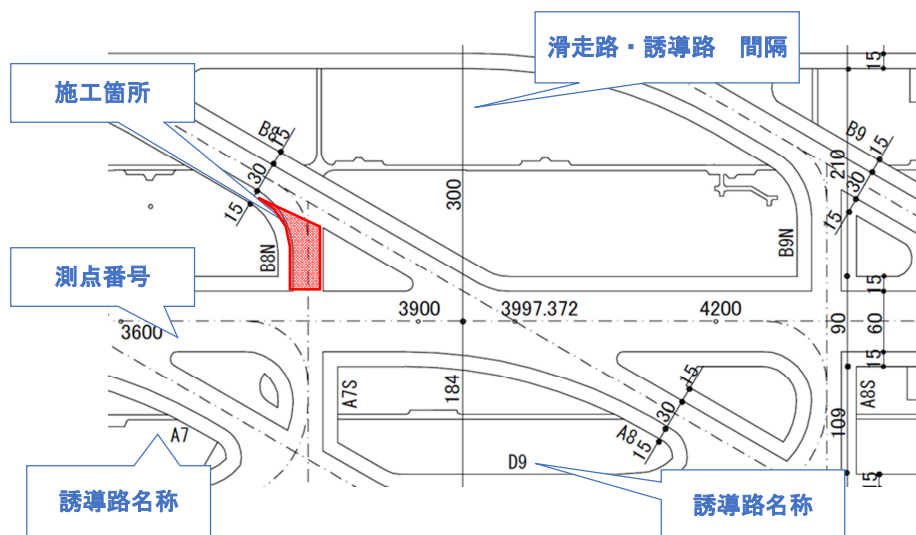

図 4-5 滑走路モデルのアノテーションの表示例
- 1) 統合モデルでは、アノテーションとして、施工箇所・測点番号、延長、空港土木施設の呼び名を作成・表示する。そのほか、必要となる情報は、適宜追加してよい。アノテーションは、アノテーション平面上に配置する。(図 4-5 参照)